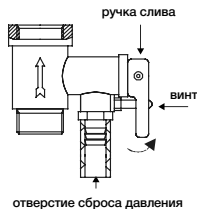

Рис.7
6. Воду можно слить через комбинированный предохранительный клапан (рис.7). Для этого открутите винт ручки слива комбинированного предохранительного клапана и переведите ручку слива в верхнее положение, при это кран выхода горячей воды должен быть открыт, а кран подачи холодной воды в водонагреватель должен быть перекрыт.